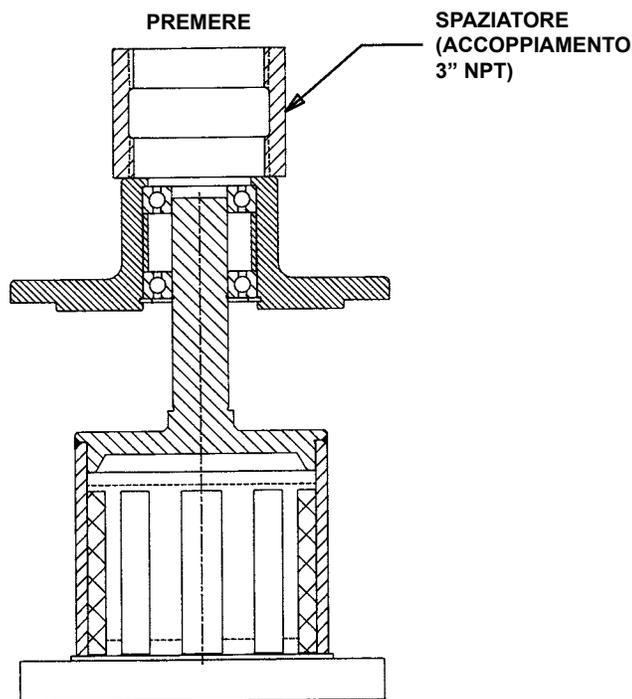

FIGURA 14
1. Mettere il (1) cuscinetto nel foro di alloggiamento. Picchiare gentilmente o premere nel foro. Posizionare lo spaziatore nel foro ed inserire un secondo cuscinetto. Premere verso il basso fino a che i cuscinetti toccano il fondo. Installare l'anello di bloccaggio interno nell'alloggiamento del cuscinetto.
2. Fare scivolare l'albero del gruppo del magnete esterno nel cuscinetto fino ad incontrare resistenza. **(Vedere Figura 14)** Metterlo in verticale nella pressa, mettere uno spaziatore sull'estremità dell'alloggiamento come ad esempio un accoppiamento NPT da 3" e premere l'alloggiamento verso il basso fino a che il cuscinetto tocchi il fondo sulla spalla dell'albero. Installare l'anello di bloccaggio esterno sull'albero del gruppo del magnete esterno.